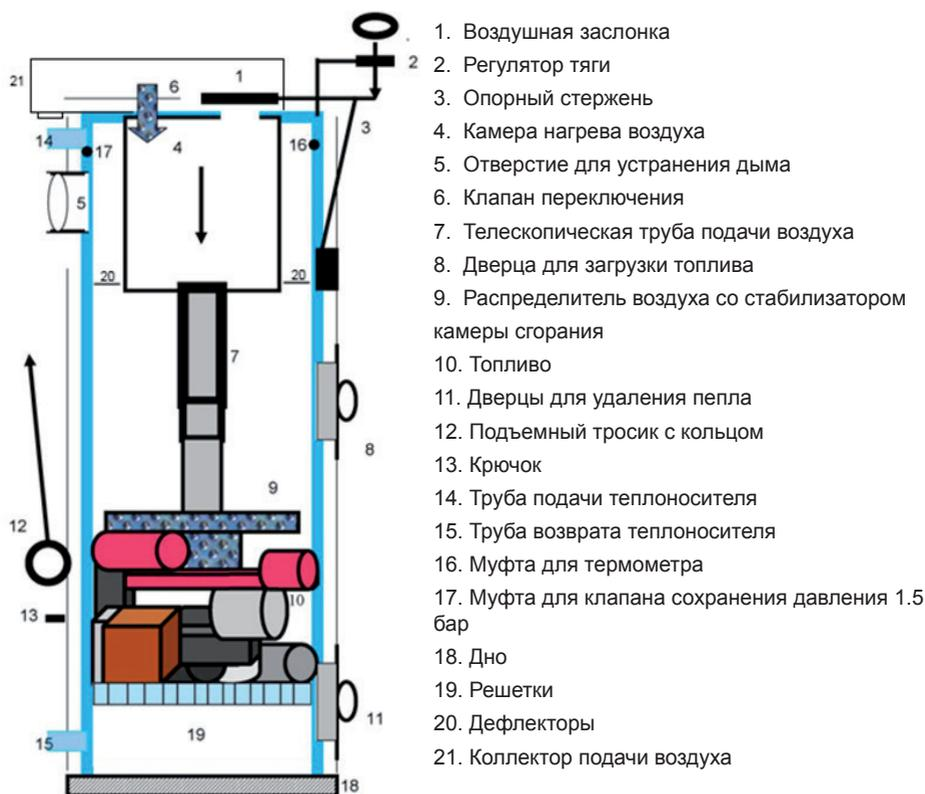
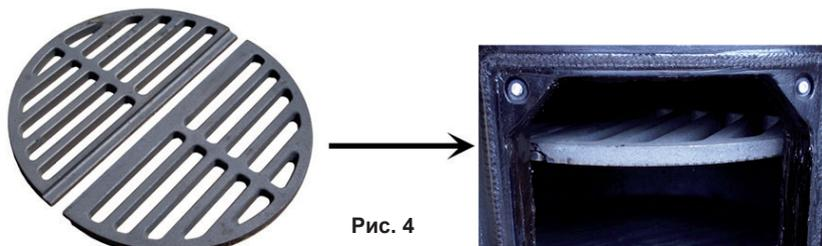
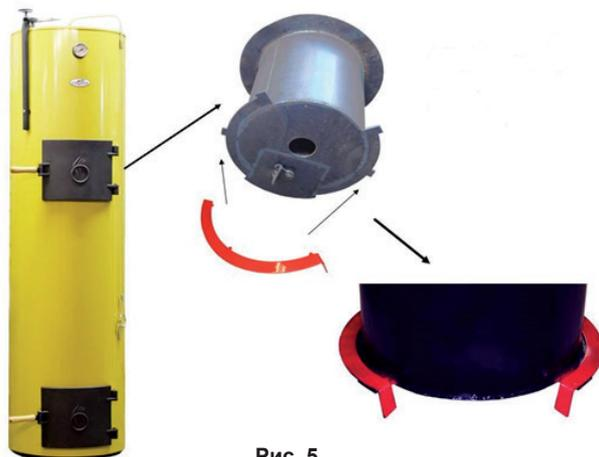

Рис. 1
Рис. 4
Рис. 5
| 2.1. ОПИСАНИЕ КОНСТРУКЦИИ КОТЛА (Рис. 1) | 6 |
2.1. ОПИСАНИЕ КОНСТРУКЦИИ КОТЛА (Рис. 1)
На самую маленькую часть телескопической трубы подачи воздуха (7) (Рис. 1) насаживается стабилизатор камеры сгорания (Рис. 3), который в новых котлах – цельный. Мы также производим и восстановленные стабилизаторы из двух частей. Если на телескопической трубе подачи воздуха (7) (Рис.1) есть три отверстия, то стабилизатор фиксируется в третьем отверстии с помощью штыря, а если отверстие лишь одно – необходимо дополнительно сделать еще одно отверстие над существующим отверстием на расстоянии в 55 мм. Прикрепив стабилизатор, прикрепляется распределитель воздуха (Рис. 3).
При сжигании очень сухих и мелких дров, гранул, древесных брикетов и угля, распределитель крепится на центральном отверстии, чтобы расстояние между концом трубы подачи воздуха (7) (Рис. 1) и распределителем уменьшилось до 5-7 мм.
3.3. РЕШЕТКИ (Рис. 4)
Используйте решетки (19) (Рис. 1); (Рис. 4) при топке гранулами, углем, торфом или брикетами из древесных опилок. Решетки необходимо повесить на крючки, расположенные в нижней части котла, открыв нижнюю дверцу (11) (Рис. 1). Решетки (19) (Рис. 1); (Рис. 4) найдете в комплектации, открыв нижние дверцы для удаления пепла (11) (Рис. 1). Эта деталь подвешивается в котле „U“ для того, чтобы дополнительный воздух попал через воздушный канал в нижней части котла, который необходим при топке котла углем или торфяными брикетами. В котле „БИО“ решетки подвешиваются для того, чтобы образовавшийся уголь полностью сгорел. Поместите решетки (19) (Рис. 1); (Рис. 4) на дно универсального и „БИО“ котла при топке древесиной. Данная деталь комплектуется при покупке универсального и „БИО“ твердотопливного котла „Stropuva“. Для замены решетки изготавливаются из двух частей.
3.4. ДЕФЛЕКТОРЫ (Рис. 5)
Дефлекторы (полумесяцы) 2 шт.(Рис. 5) предназначены для повышения экономичности котла. Установив котел рекомендуем поместить дефлекторы (20) (Рис. 1) через верхние дверцы для загрузки топлива (8) (Рис. 1) на внутренний бочок воздушного подогревателя, на его нижнюю часть.
Если в котле слишком сильная тяга, запустите дополнительный воздух из котельной, используя клапан (зажим дымохода) (Рис. 6), который находится на отверстии для устранения дыма (5) (Рис. 1). Для того, чтобы уменьшить тягу и вибрацию, необходимо открыть отверстие дымохода. Для увеличения тяги – закройте отверстие с помощью зажима дымохода (Рис. 6).
Клапан предназначен для защиты твердотопливных котлов от перегрева. Когда давление воды достигает опасного уровня, клапан открывается, в результате чего горячая вода сливается в канализацию, и в то же время, когда давление в системе падает, отопительная система заполняется холодной водопроводной водой с помощью автоматического пополнения. Клапан должен быть установлен в верхней части котла (17) (Рис. 1) возле дымохода (смотреть пункты 6.2; 6.3; 6.4 в схеме подключения Нр. 23). Холодная водопроводная вода подсоединяется к автоматическому пополнению системы, которое устанавливается на линии возврата теплоносителя отопительной системы вблизи котла.